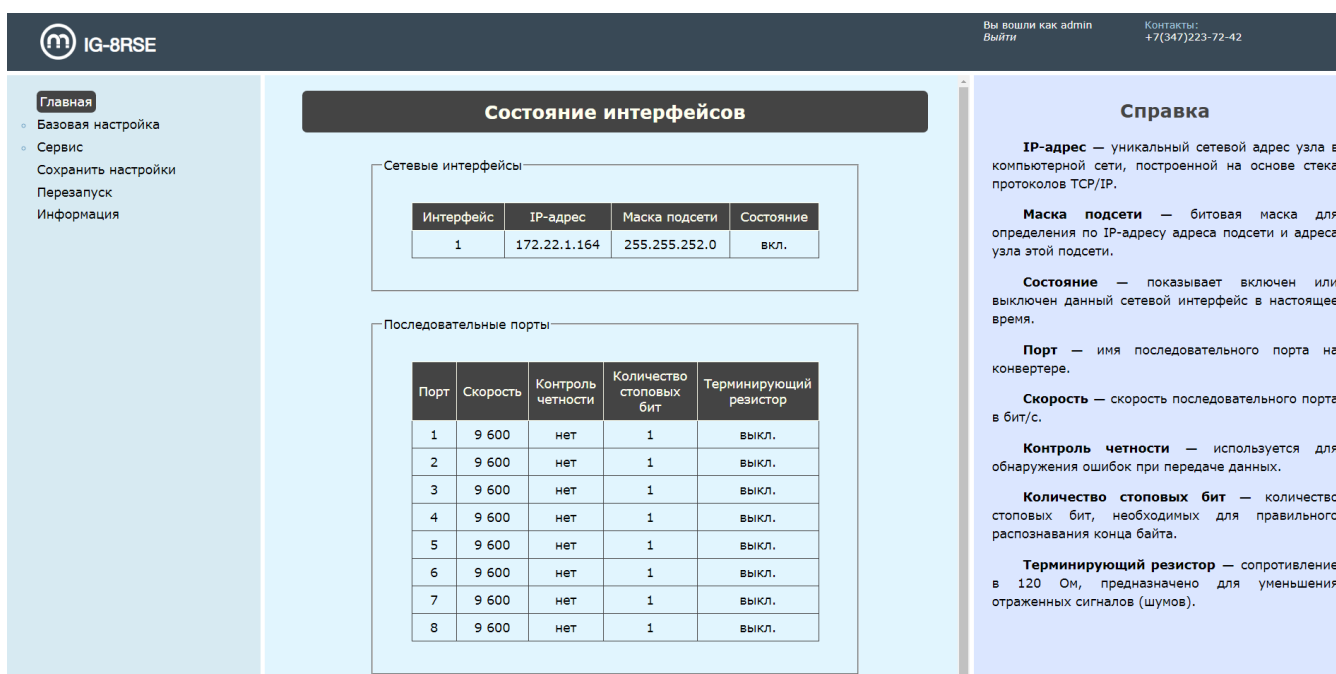

Рисунок 2 — Раздел «Главная» - Состояние интерфейсов
Далее откроется главное окно WEB-интерфейса — Состояние интерфейсов (рис. 2).
1) **Главная - Состояние интерфейсов.** Отображается информация о сетевых интерфейсах и последовательных портах (рис. 2).